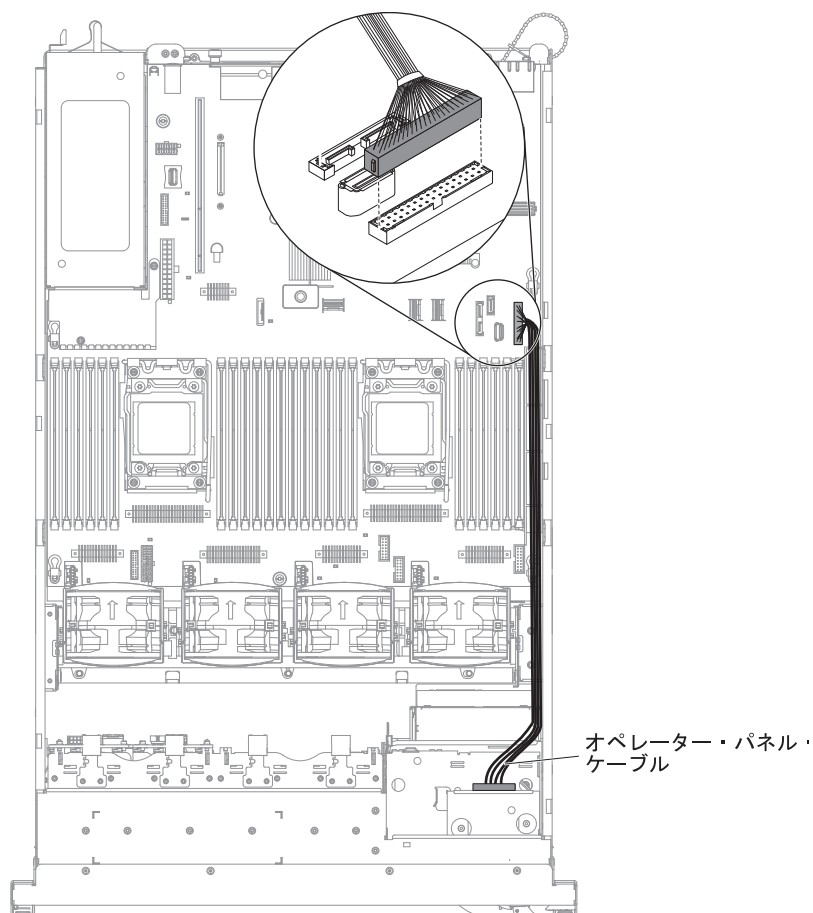

図 258. 2145-DH8 オペレーター情報パネル・ケーブルの接続
4. オペレーター情報パネルのケーブルをシステム・ボードに接続するには、339 ページの図 258 に示すように、ケーブルを均等に押し込みます。ケーブルの片側だけを押し、ケーブルやコネクターを損傷する可能性があります。